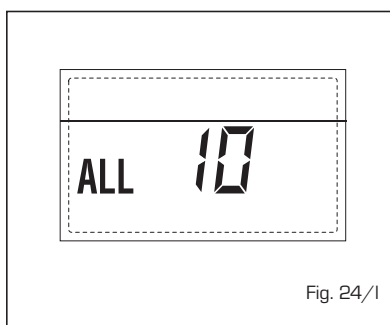

Fig. 24/l
- **ANOMALÍA MODULADOR "ALL 11"** (fig. 24/m)